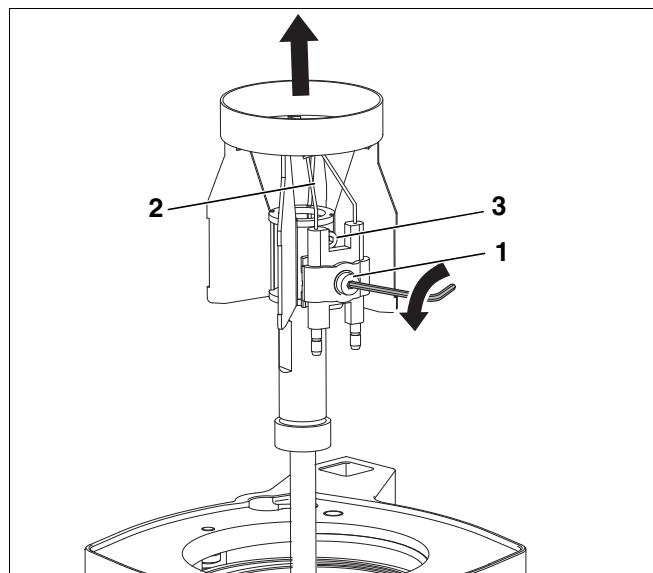
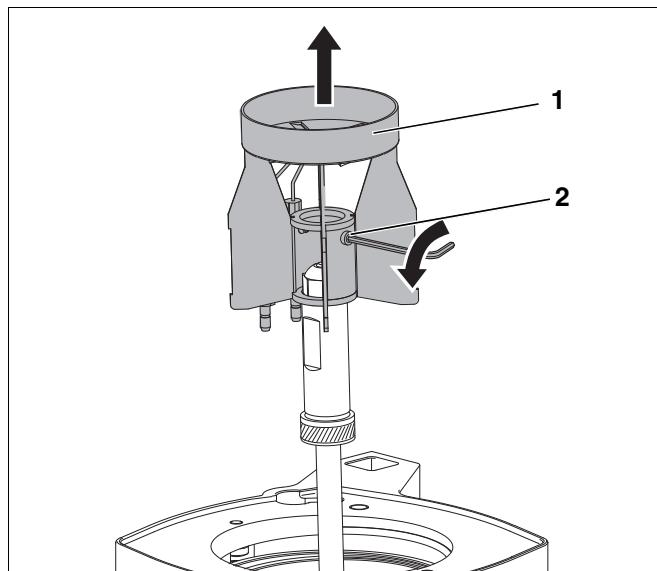
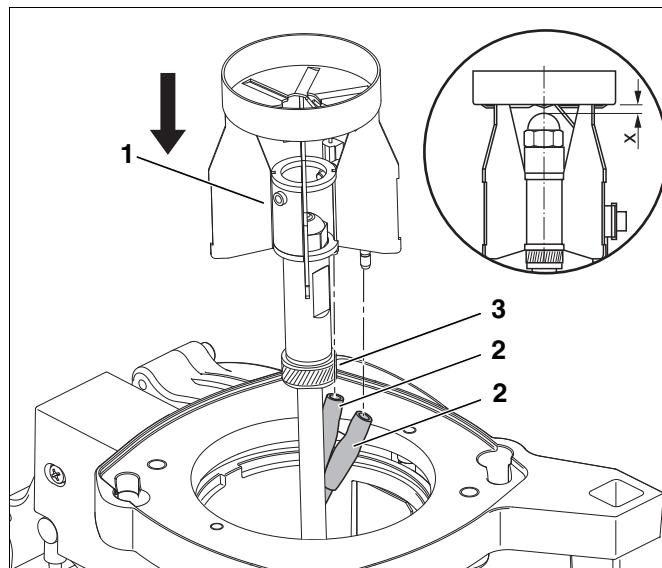

Рис. 26 Замена запальных электродов
Рис. 27 Демонтаж распределительного диска
Рис. 29 Монтаж распределительного диска
На запальных электродах (Рис. 26, поз. 2) не должно быть отложений.
- Отвернуть винт (Рис. 26, поз. 1) между запальными электродами.
- Отсоединить провода (Рис. 29, поз. 2, стр. 29) от запальных электродов.
- Демонтировать запальные электроды (Рис. 26, поз. 2).
- Ослабить установочный винт (Рис. 27, **поз. 2**) и демонтировать распределительный диск (Рис. 27, **поз. 1**).
- Вынуть вверх распределительный диск (Рис. 27, **поз. 1**).
- Установить распределительный диск (Рис. 29, **поз. 1**) и закрепить установочными винтами (Рис. 27, **поз. 2**, стр. 28 и Рис. 26, **поз. 3**, стр. 27).
- Подсоединить провода к запальным электродам (Рис. 29, **поз. 2**).
- Следите за тем, чтобы промежуточное кольцо было правильно установлено (Рис. 29, **поз. 3**) и проверьте размер "x" согласно глава 3.3 "Установочные параметры и применяемые форсунки", стр. 8.